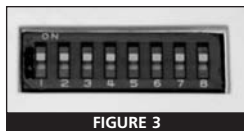

FIGURE 3
2. Repérer l'interrupteur DIP à 8 positions qui se trouve à l'arrière de chaque dispositif. (voir FIGURE 3).